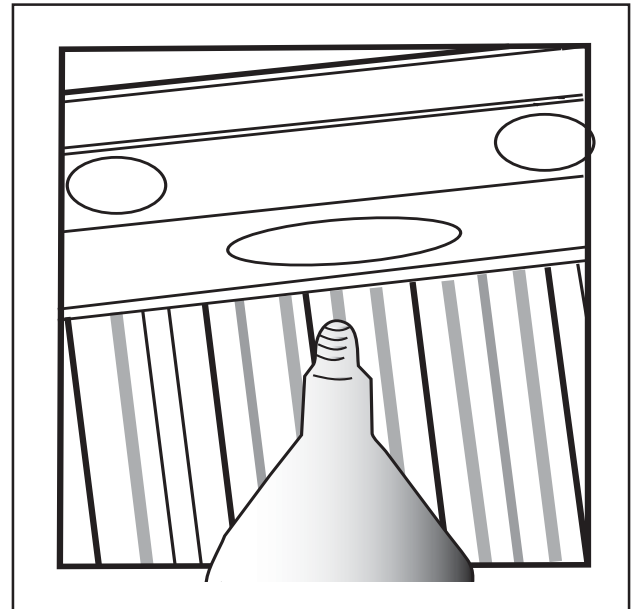

Figura 5
- Utilizando el borde plano de un desarmador o una herramienta similar, afloje la cubierta del lente como se indica en la Figura 5.